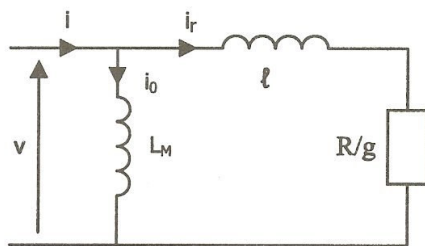

figure 2
Pour chaque phase du moteur, on adopte le modèle équivalent monophasé simplifié de la figure 2.
A.2.2 - A partir du modèle équivalent monophasé de la figure 2, exprimer la valeur efficace I_r du courant i_r en fonction de V , l , R et g .
- A.3.4** - On note φ_r le déphasage de i_r par rapport à la tension simple v prise comme référence des phases. En se reportant au modèle équivalent monophasé de la figure 2, exprimer $\tan \varphi_r$ en fonction de $\ell \omega$ et de $\frac{R}{g}$. En déduire que $\varphi_r \approx 10,2^\circ$.